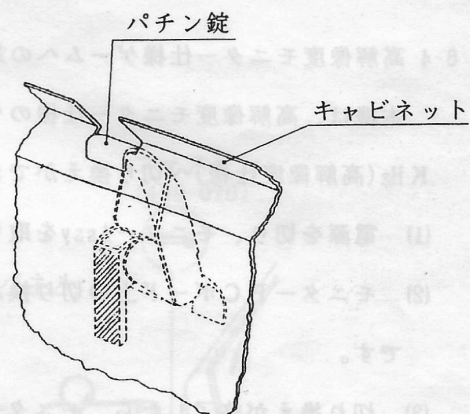
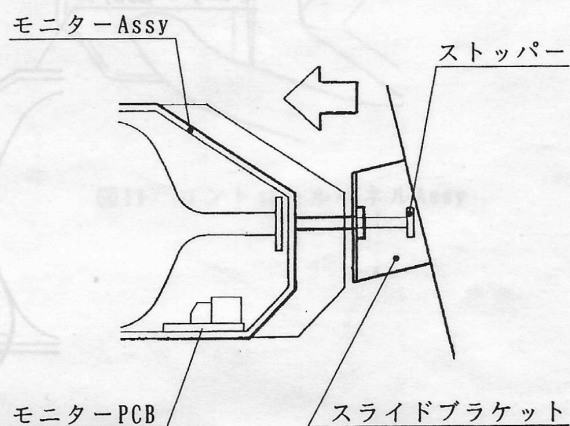

図7 パチン錠
図8 モニターAssyの引き出し
- (1) フェイスパネルを開け、左右のステーで確実に固定してください。
- (2) パチン錠を必ず切り欠き部にひっかけてください。(図7参照)
- (3) モニターAssyを固定している4個の蝶ボルト(M6)を外します。
- (4) モニターAssyの把手を持って、ストッパーがブラケットに当たるまで引き出します。(図8参照)